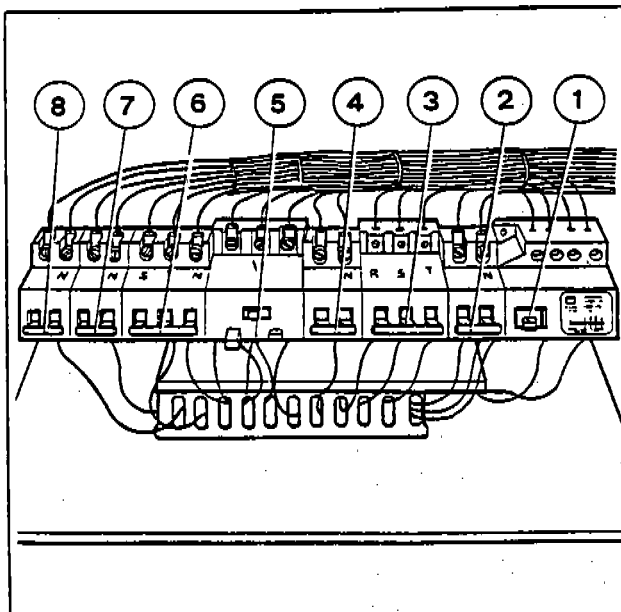

Fig. 3
- e) Portare l'interruttore (1-Fig. 3) in posizione di chiuso.
- f) Portare poi gli interruttori (4-5-Fig. 3) in posizione di chiuso.